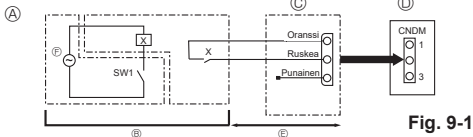

Fig. 9-1
9.1. Hiljainen käyttötila (muutostyö paikan päällä) (Fig. 9-1)